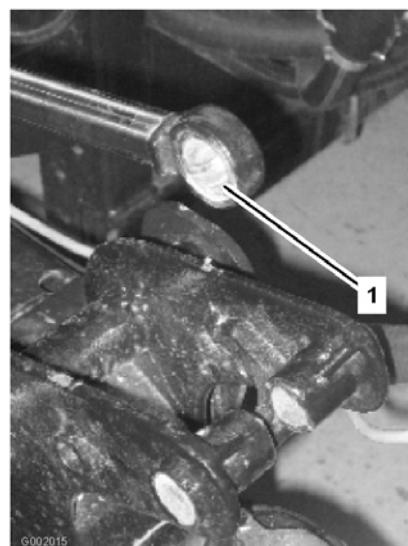

図 42
5. アクチュエータ・ロッドのベアリング端部を動かしながらベアリング内部にグリスを注入する(図 42)。にじみ出たオイルはふき取ってください。